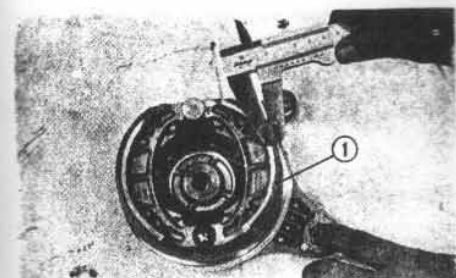

Fig. 80 Meten van remschoenen
- 5) Controleer de remvoering slijtage. (Fig. 80)